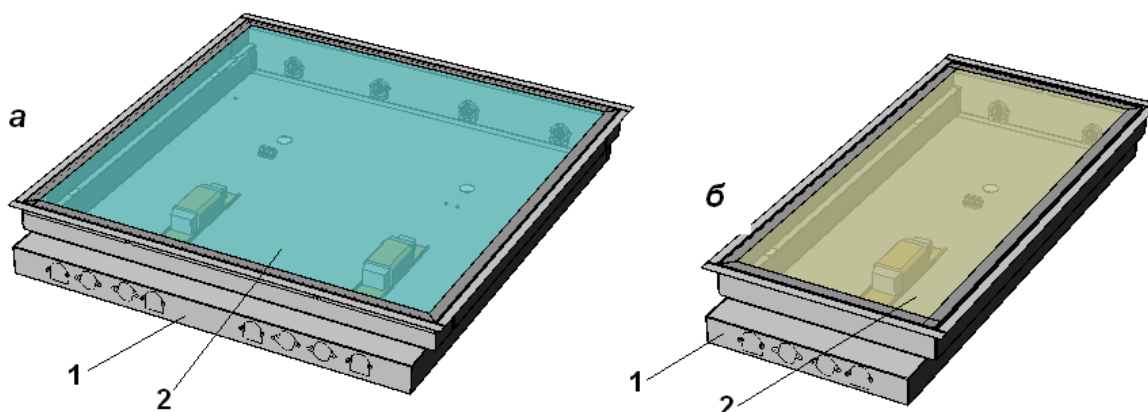

Рис. 1. Светильники серии ЛВО-05
1.1. Светильники типа ЛВО-05 (рис.1) предназначены для освещения общественных, административных и вспомогательных помещений, офисов, торговых залов, учебных заведений. Светильники предназначены для работы в сети однофазного переменного тока с напряжением 220В, частотой 50Гц
- 5.1. Светильник состоит из корпуса 1 (рис.1) и рассеивателя (плафона) 2. Каждый светильник снабжён также четырьмя пружинными петлями-защёлками. На рис. 1 они не видны, Пользование ими и их назначение описаны ниже (см. п. 6).